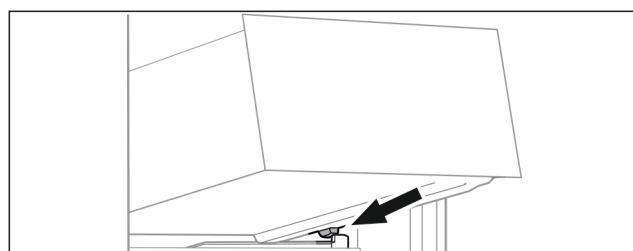

Fig. 139
- Schubfach schräg hinter den Stoppern auf Behälterrippe aufsetzen. (siehe Fig. 139)